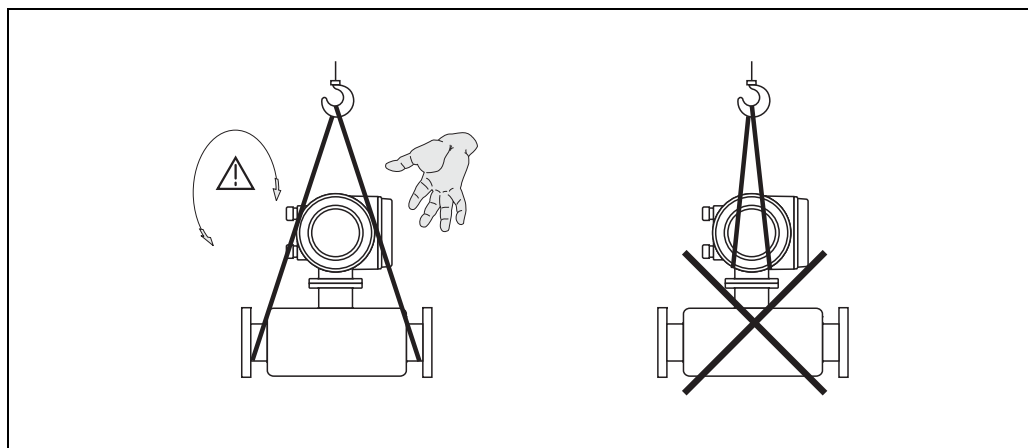

Fig. 5: Conseils de transport pour les capteurs $> \text{DN } 40$ ($> 1 \frac{1}{2}''$)
- Les appareils de mesure avec des diamètres $> \text{DN } 40$ ($> 1 \frac{1}{2}''$) ne doivent pas être soulevés au niveau du boîtier du transmetteur ou du boîtier de raccordement de la version séparée au moment du transport (Fig. 5). Pour le transport, utiliser des courroies que vous poserez autour des deux raccords process. Eviter d'employer des chaînes, qui risquent d'endommager le boîtier.